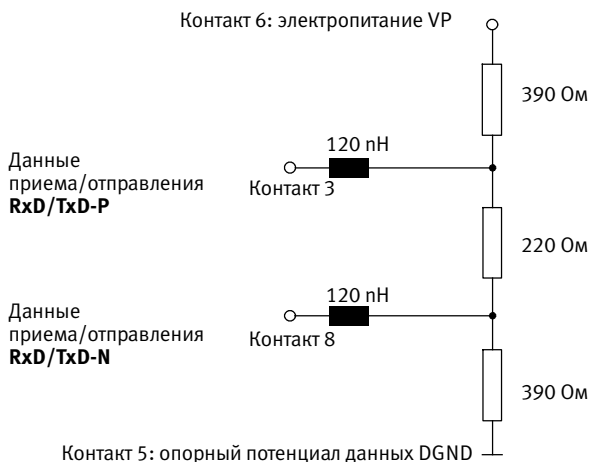

Рис. 1/6: Схема электрических соединений сети оконечной нагрузки шины согласно EN 50170
- Для изоляции используйте на обоих концах сегмента Fieldbus сеть оконечной нагрузки шины (см. Рис. 1/6).
Для оконечной нагрузки шины используйте штекер Fieldbus от Festo (см. Рис. 1/5). В корпус данного штекера интегрирована одна подключаемая и одна отключаемая сеть оконечной нагрузки шины.